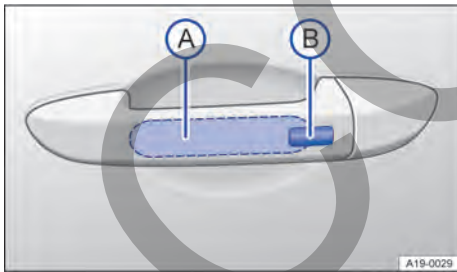

Fig. 59 En la manilla: superficies sensoras.
- Toque la superficie sensora → fig. 59 (A) situada en el lado interior de la manilla de la puerta.
- Toque la superficie sensora → fig. 59 (B) situada en el lado exterior de la manilla de la puerta.
- Adicionalmente, antes de que transcurran 5 segundos, toque una vez el sensor del lado exterior de la manilla de la puerta → fig. 59 (B). Al hacerlo, no agarre la manilla.
- Mantenga un dedo sobre la superficie sensora → fig. 59 (B) de la manilla de la puerta del conductor o del acompañante durante unos segundos hasta que las ventanillas y el techo se hayan cerrado.